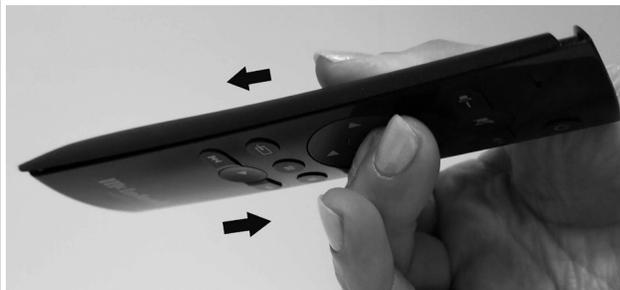

Рисунок 16 - Раздвижной пульт
- Положите указательный палец на кнопку «Trim/Select», а большой палец держите на задней стороне пульта (лицом к себе) напротив положения указательного пальца. Ваш большой палец и пульт должны быть направлены в сторону от вас (см. Рисунок 16).